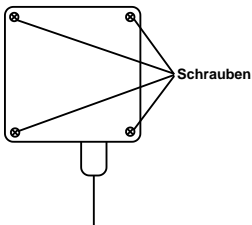

Bild 1
- Öffnen Sie den Sensor, in dem Sie die Schrauben lösen. (siehe Bild 1)